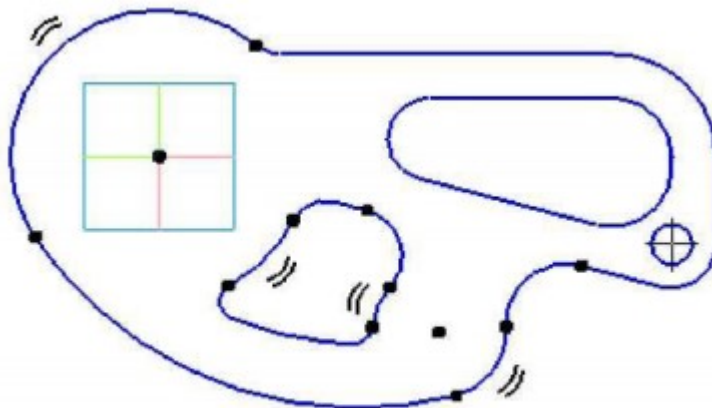

Рис. 10.2
- удалите размеры и лишние линии так, чтобы остались только внешний контур детали и контуры трех отверстий (рис. 10.2)